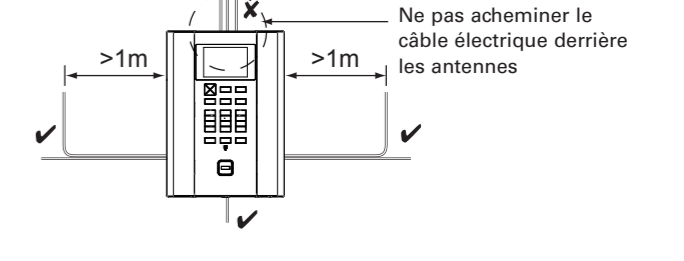
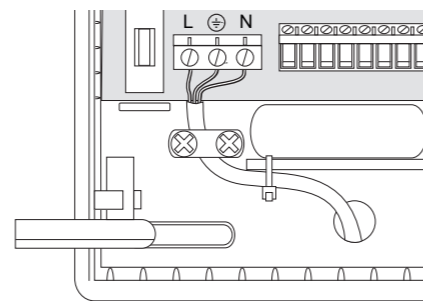

Figure 1. Acheminement du câble électrique
Figure 3. Connexions secteur
AVERTISSEMENT : lorsqu'elles sont connectées au réseau sous tension, les tensions de secteur sont présentes sur les têtes recouvertes des vis du bornier du connecteur secteur et sur les connexions du porte-fusible (figure 3).
- Le câble électrique doit être tenu à l'écart et rester éloigné des antennes (figure 1).
Connecter le câble électrique au bornier (figure 3) et monter une pince de décharge de traction ainsi qu'un collier de serrage. Confirmer que le câble électrique est acheminé comme indiqué dans la figure 1. Ne mettre sous tension qu'après le remontage du couvercle.